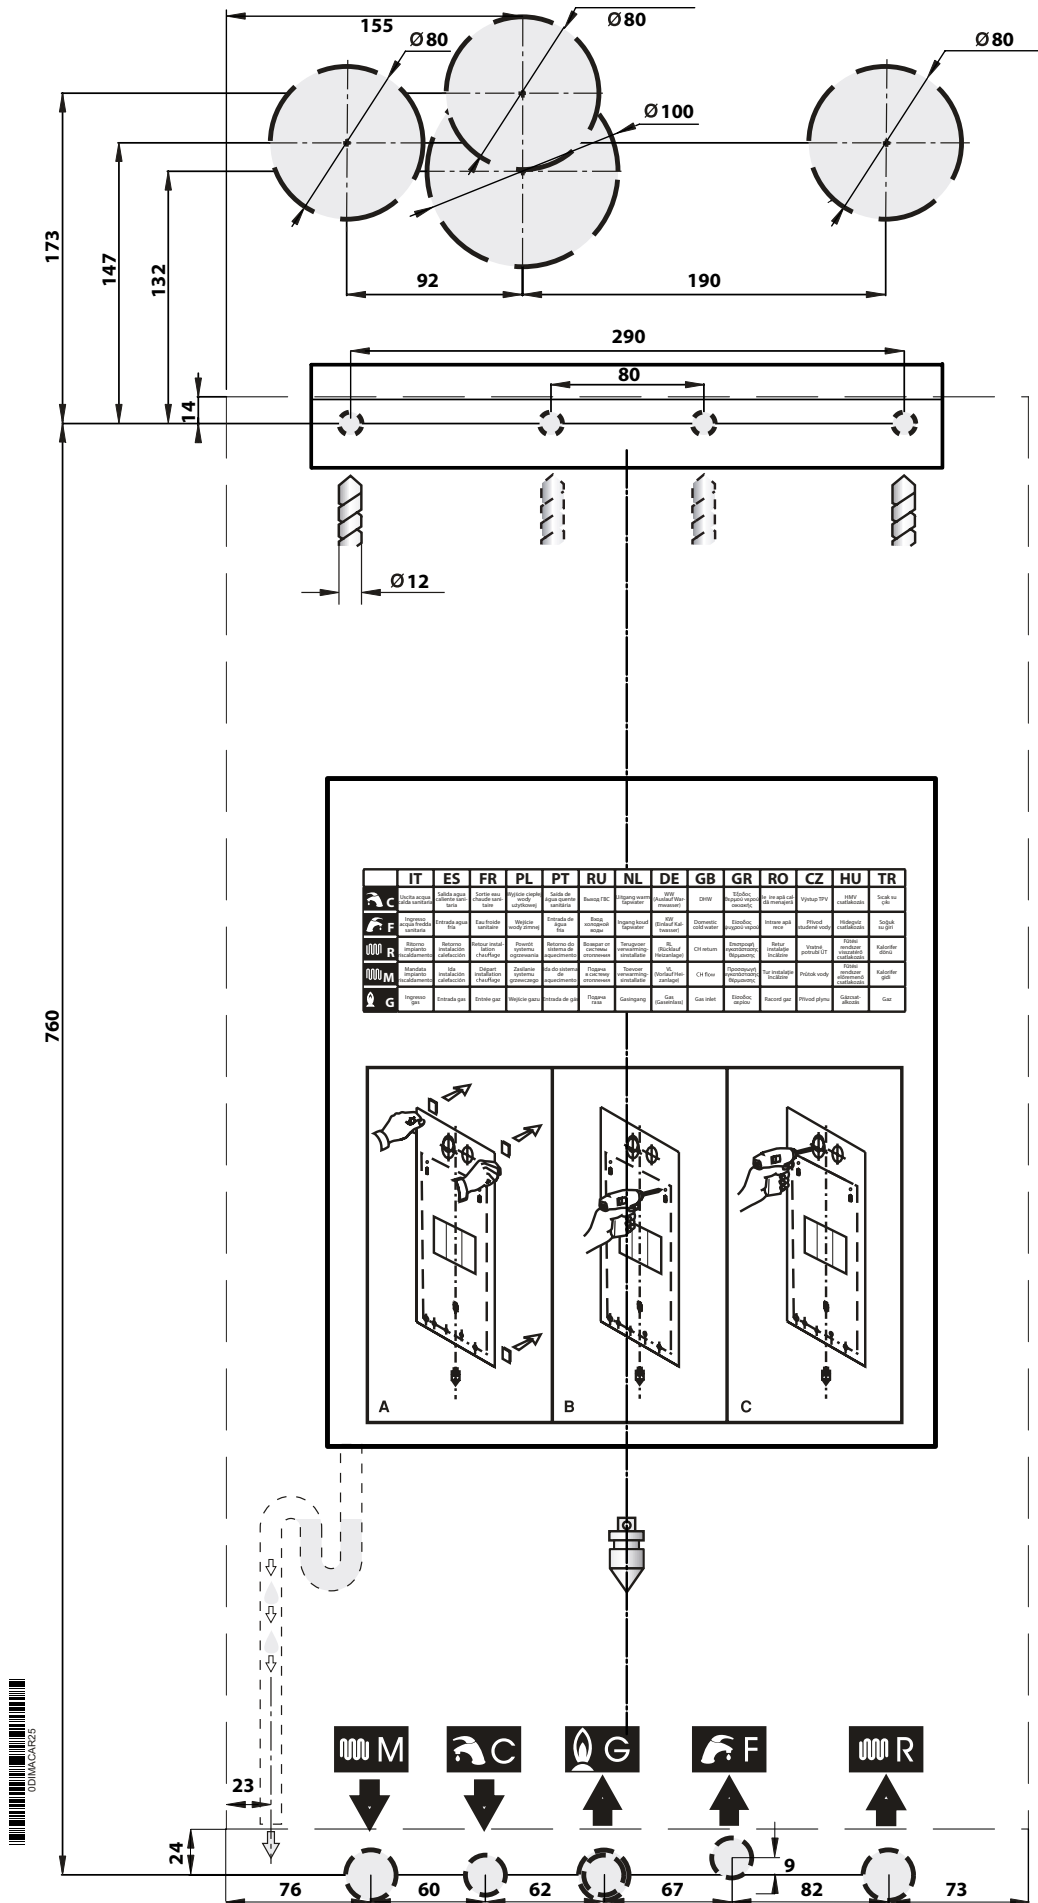

Fig. 4 Gabarit en papier
- » le gabarit de fixation de la chaudière au mur (voir Fig. 4 Gabarit en papier);
Chaque appareil est accompagné d'un gabarit approprié en papier contenu dans l'emballage (voir Fig. 4 Gabarit en papier).
Le refoulement et le retour du chauffage doivent être branchés à la chaudière, aux raccords respectifs de 3/4" M et R (voir Fig. 4 Gabarit en papier).
L'entrée de l'eau froide et la sortie de l'eau chaude sanitaire doivent être raccordées à la chaudière aux raccords respectifs de 1/2" F e C (voir Fig. 4 Gabarit en papier).